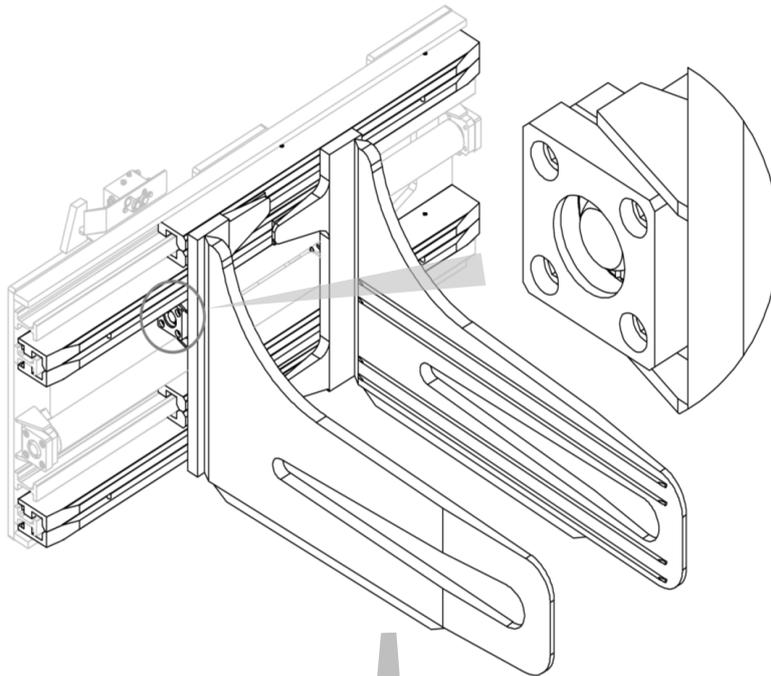
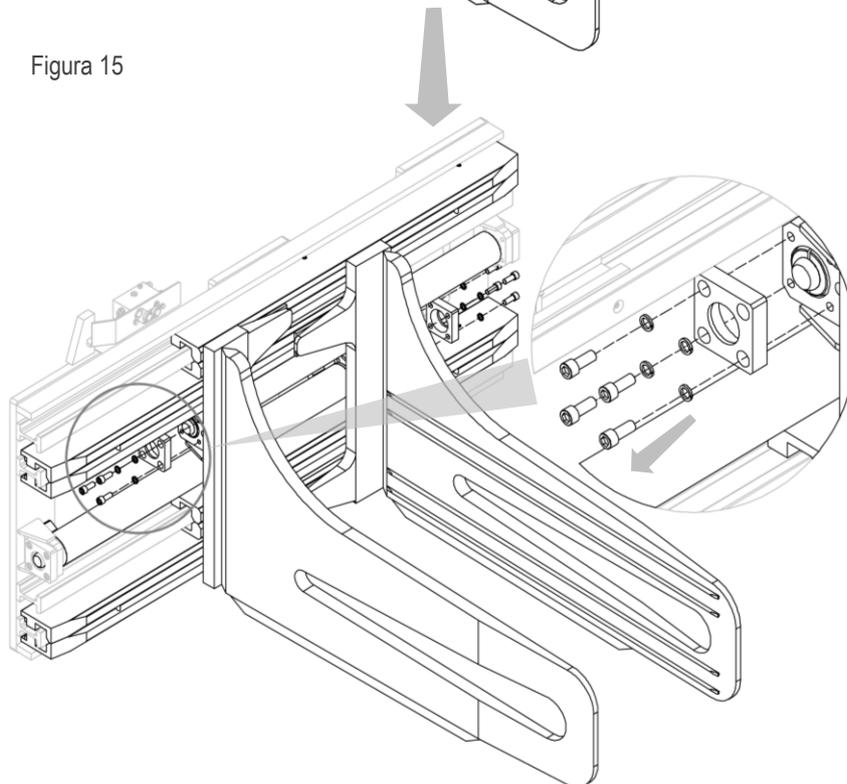

Figura 15
Figura 16
2. Retirar las contrabridas, con los correspondientes tornillos y arandelas elásticas, que unen los brazos a los cilindros (mira *Figura 15* y *Figura 16*).